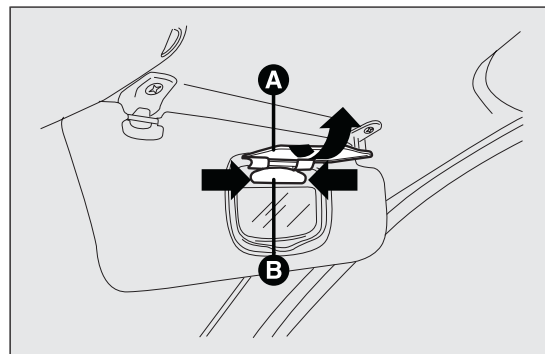

fig. 183
- ❑ aprire la copertura A fig. 183 dello specchietto;